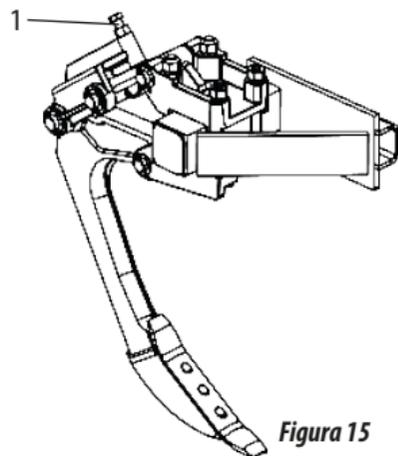

Figura 15
- 06 - El desarme automático de los flejes sale de fábrica con la regulación de presión ya calibrada. Para disminuir o aumentar la presión, gire el tornillo item 1 figura 15 para la derecha o izquierda de la siguiente manera: